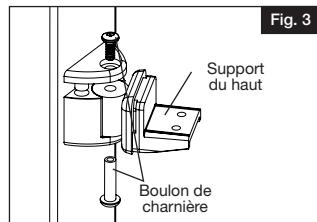

Fig. 3
- a. Assembler temporairement les supports d'angle du haut et du bas. Glisser le support de montage dans la base de support, mettre l'embout sur le support et fixer le support ensemble à l'aide du boulon de charnière fourni (Fig. 3).